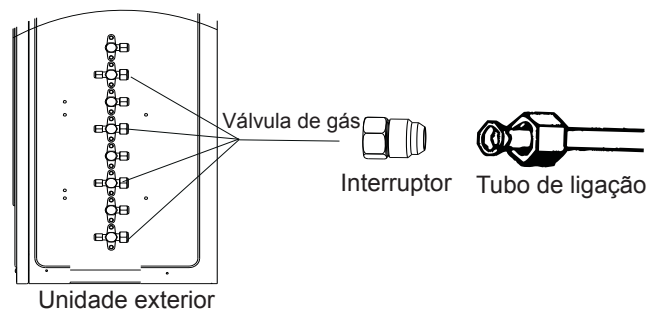

Fig. 12
4) Consulte a Fig.12 para ligar os tubos.